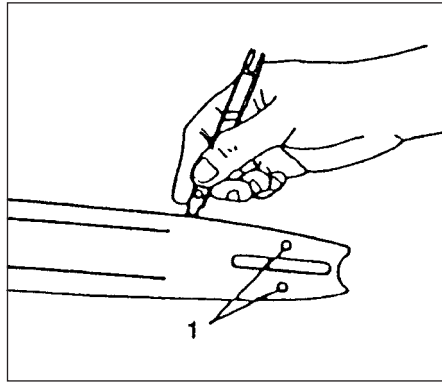

Рис.3-5
**Направляющая шина (Рис. 3-5)**